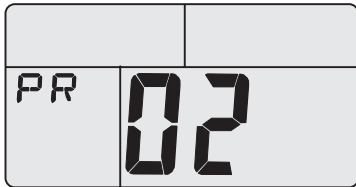

图 5.12
(1) 打印数据，再按一次 PR 键，屏幕将显示当前测试组编号。按 + 键或 - 键可以选择要打印的测试组编号，+ 键选择后一组，- 键选择前一组。如图 5.12 所示